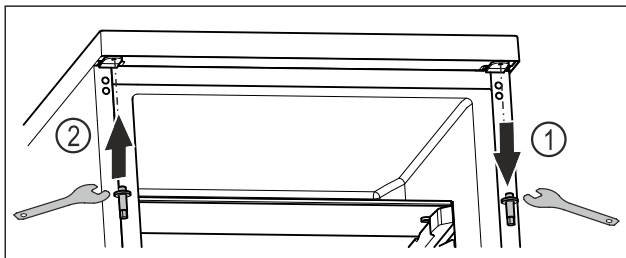

Fig. 14
- ▶ Vyskrutkujte čap vonkajším kľúčom na šesťhrannú maticu. Fig. 14 (1)
- ▶ Zaskrutkujte čap na opačnú stranu vonkajším kľúčom na šesťhrannú maticu. Fig. 14 (2)